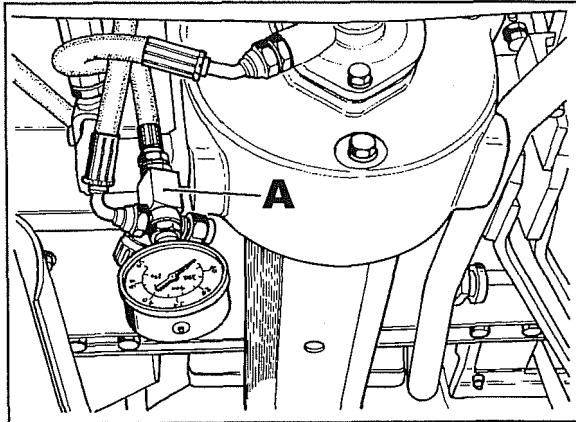
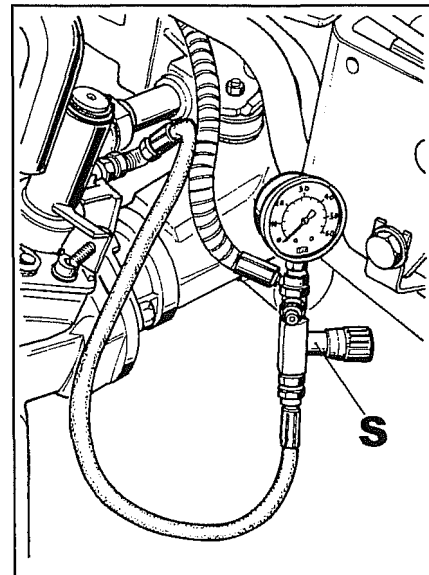

Abb. 13
Abb. 19
19 An diese Leitung, die sich unterhalb der Maschine befindet, das Spezialwerkzeug **A** wie in der Abb. 13 gezeigt anschließen. Den Sperrhahn des Werkzeugs schließen und dann den Motor auf eine Drehzahl von 1000 U/min bringen, um zu prüfen, ob der Druck bei circa 42 bar ankommt.
22 Das Magnetventil des Allradantriebs finden, es ist an der Leitung angeschlossen, auf der das Manometer von Abb. 13 montiert ist.
- 26 Das gleiche Werkzeug von Abb. 13 auf der Druckleitung des Magnetventils an den Bremsmassen montieren, wie in Abb. 19 gezeigt, wobei nicht zu vergessen ist, den Sperrhahn **S** zu schließen, um den Kreislauf auszuschließen, der vom Manometer zu den Bremsmassen gehen müßte.
29 Wenn nach dem Ausführen des Vorgangs 27 der Druck richtig sein sollte, d.h. wenn er bei 40 bar liegt, ist der Fehler zu suchen, indem man den Sperrhahn **S** Abb. 19 öffnet.